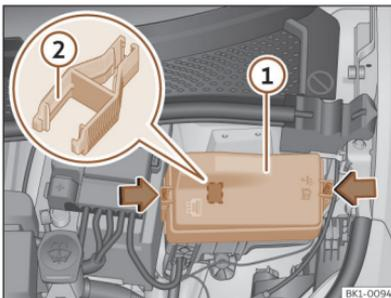

Fig. 187 En el vano delantero: tapa de la caja de fusibles.
- Presione las pestañas de bloqueo para desbloquear la tapa de la caja de fusibles >>> **fig. 187** .
En la caja de fusibles puede haber unas pinzas de plástico para extraer fusibles >>> **fig. 187** .